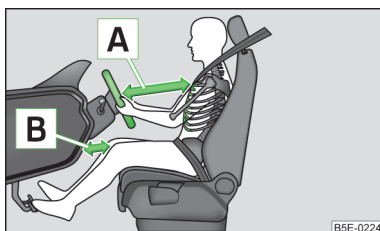

Fig. 115
- Reglați volanul astfel încât distanța dintre volan și torace să fie de cel puțin 25 cm **A** » fig. 115 și distanța dintre picioare și planșa de bord, în zona airbagului pentru genunchi, să fie de minim 10 cm **B**. Dacă nu se respectă această distanță, sistemul airbag nu își poate exercita eficiența maximă – Pericol!